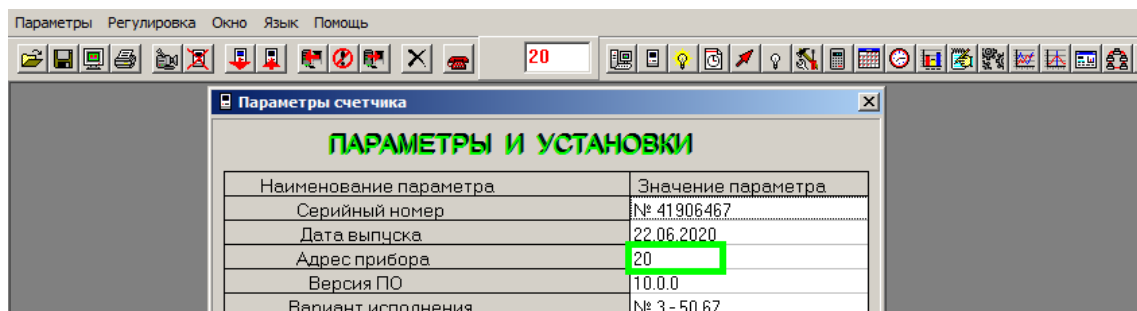

Рисунок 7.2 – Ввод нового сетевого адреса
7.3 В поле **Адрес прибора** ввести новый сетевой адрес из разрешенного диапазона согласно п. 3.4 (см. рисунок 7.2).